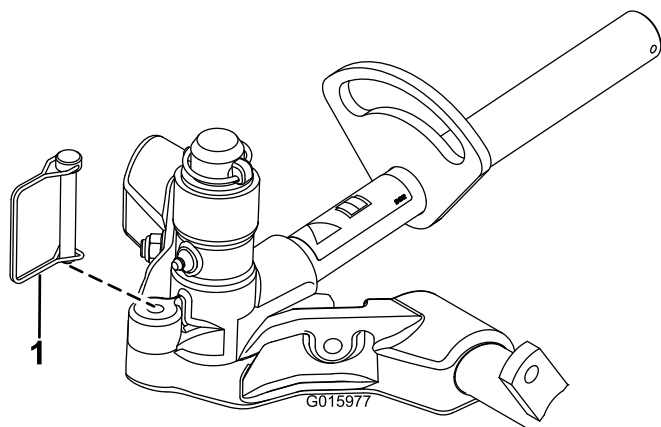

Figura 17
12. Para bloquear (inmovilizar) la dirección de las unidades de corte, sujete la horquilla de pivote al bastidor de tiro con el pasador de seguridad (Figura 17).